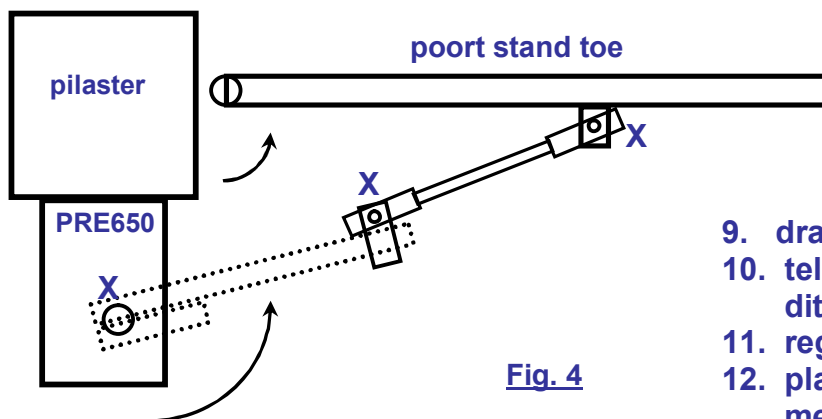

Fig. 4
12. plaats draadstang ertussen en regel met A-stuk poort toe (zie fig. 4)